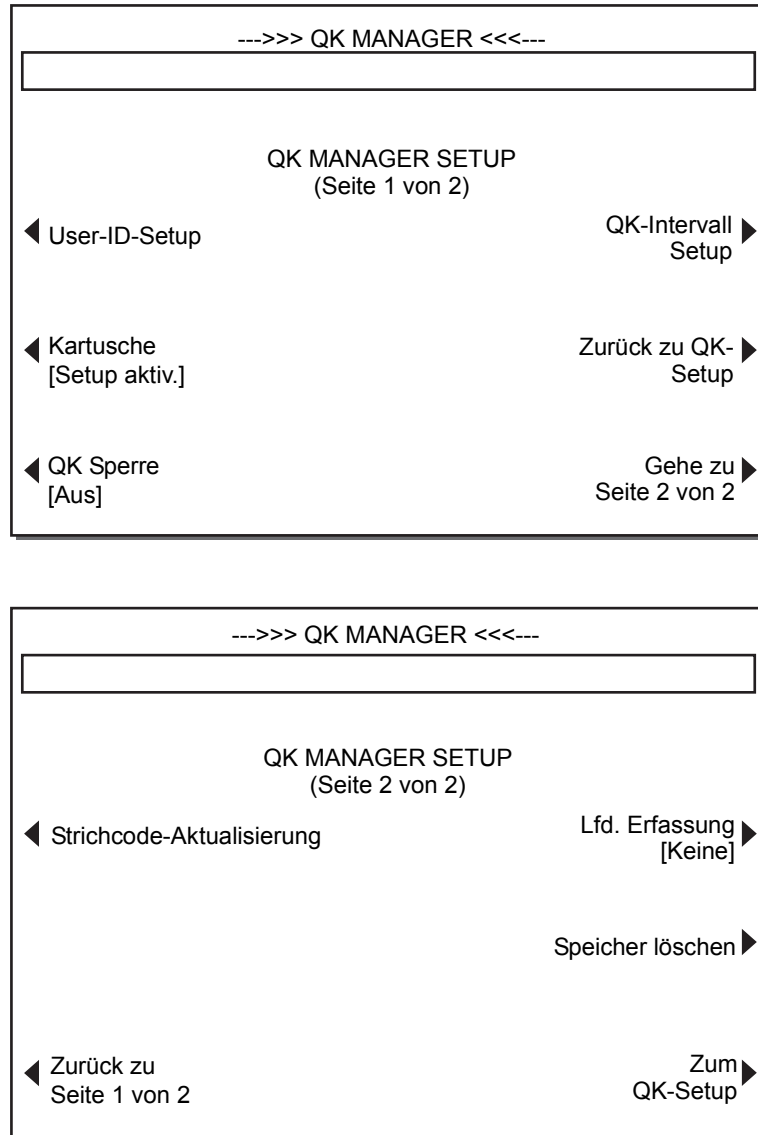

Abbildung 3-19. Bildschirme QK MANAGER SETUP
1. **QK Manager Setup** – Die Parameter zur Steuerung des Gerätezugangs und der Testdokumentation können von den Bildschirmen QK MANAGER SETUP (Abbildung 3-19) aus aufgerufen werden. Der Zugang ist durch ein Passwort gesichert. Führen Sie folgende Schritte aus, um diesen Bildschirm aufzurufen.
- c. Drücken Sie im Bildschirm MENÜ „QUALITÄTSKONTROLLE (QK)“ die Funktionstaste **QK-Setup**.